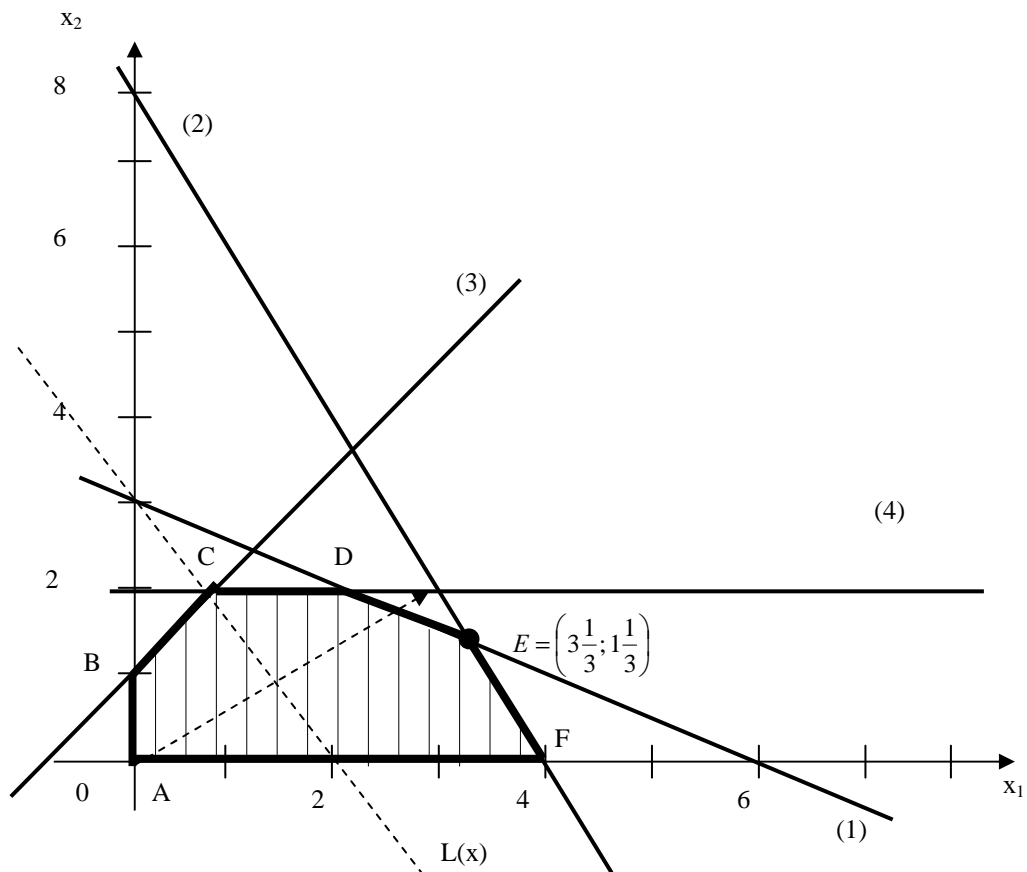

Рисунок 3.1 – Графічне розв'язання задачі
ОПР задачі (рис. 3.1) - багатокутник ABCDEF. В оптимальній точці E перетинаються прямі (1) і (2). Тому обмеження (1) і (2) є зв'язними, а відповідні їм ресурси (інгредієнти А і В) - дефіцитними.
полягає у тому, що обсяг продажів фарби 2-го виду може перевищити обсяг продажів фарби 1-го виду максимум на 1 т. Подальше збільшення продажів фарби 2-го виду порівняно з фарбою 1-го виду графічно відобразиться переміщенням прямої (3) уліво й вгору, але ніяк не вплине на оптимальність точки E. Але якщо різниця попитів на фарбу 2-го й 1-го видів буде зменшуватися, то пряма (3) буде переміщатися нижче й правіше. Останнім положенням прямої (3), при якому точка E залишається оптимальною, є перетинання із точкою E (рис. 3.1). Відповідно до правила 4, підставимо координати точки  $E\left(3\frac{1}{3}; 1\frac{1}{3}\right)$  у ліву частину обмеження (3)